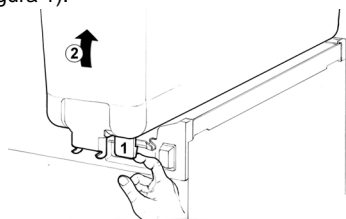

figura 1
- 2** Quitar el contenedor vacío levantándolo por la parte **anterior** y desprendiéndolo de la junta (ver figura 1).